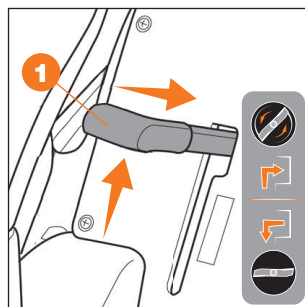

Рис. 34
- Подключите режущий механизм (Рис. 34).